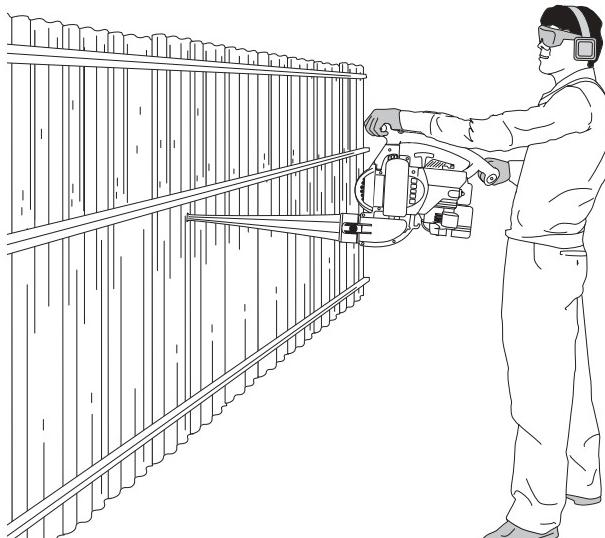

Fig. 15
3. Use la sopladora para paredes, salientes, cercas y mallas (Fig. 15).